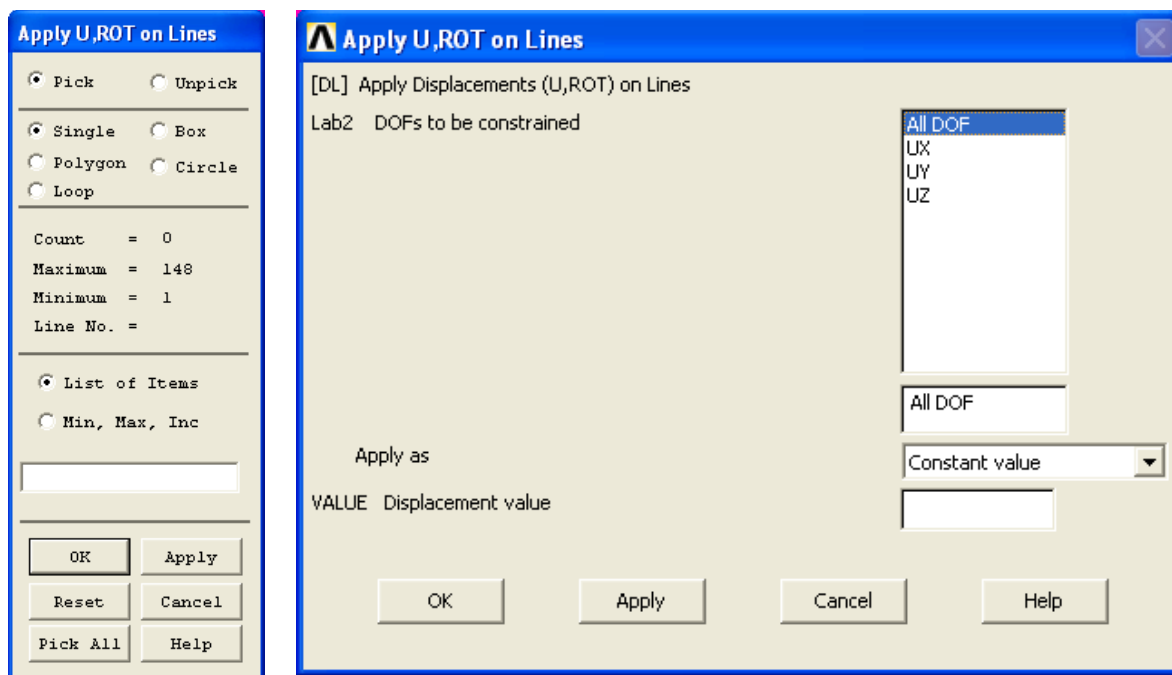

Рисунок 26 – Вид окон «Apply U, ROT on Lines»
- после этого появится второе диалоговое окно «Apply U, ROT on Lines», в котором следует указать направление глобальной системы координат (элемент списка «Lab2»: по оси X - пункт UX, по оси Y - пункт UY, по оси Z - пункт UZ или во всех направлениях - пункт «ALL DOF»), в котором необходимо ограничить перемещения на линиях. Выбор осуществляется с помощью "мыши", строка с выбранным пунктом подсвечивается синим цветом (рисунок 26);